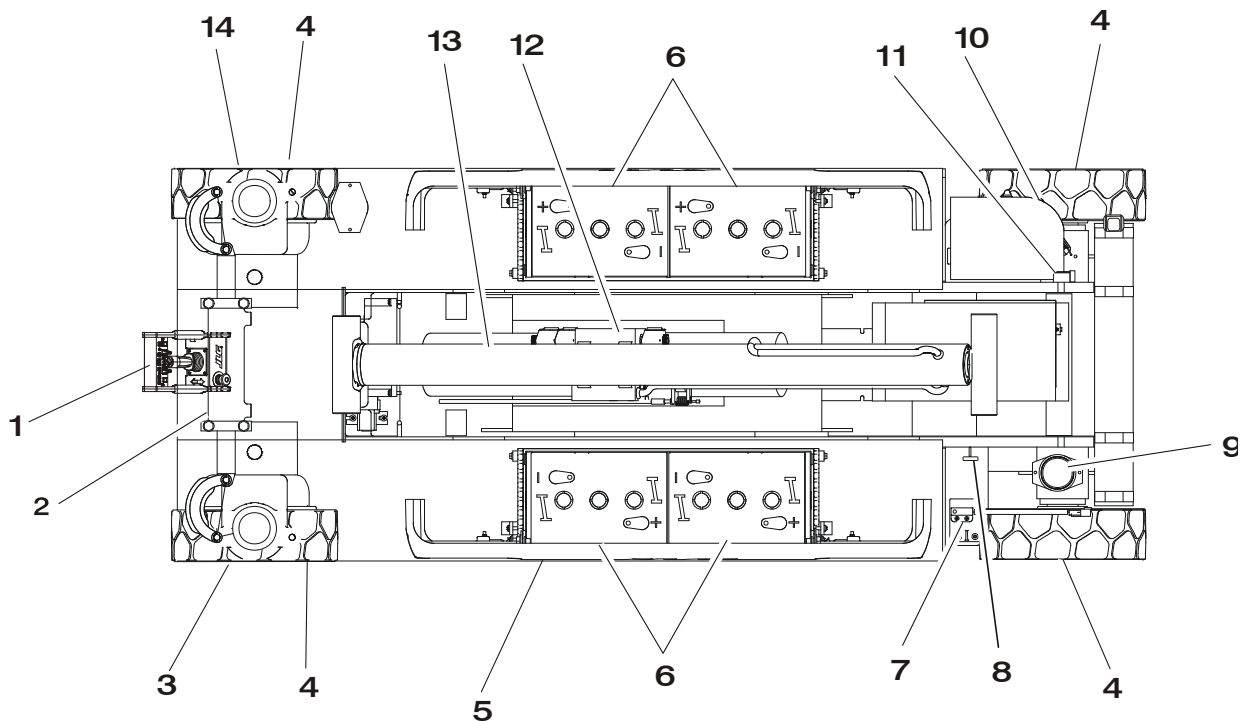

Figura 2-1. Inspecția vizuală zilnică – Pagina 1 din 3
5. **Inspecția vizuală** – Consultați Figura 2-1.